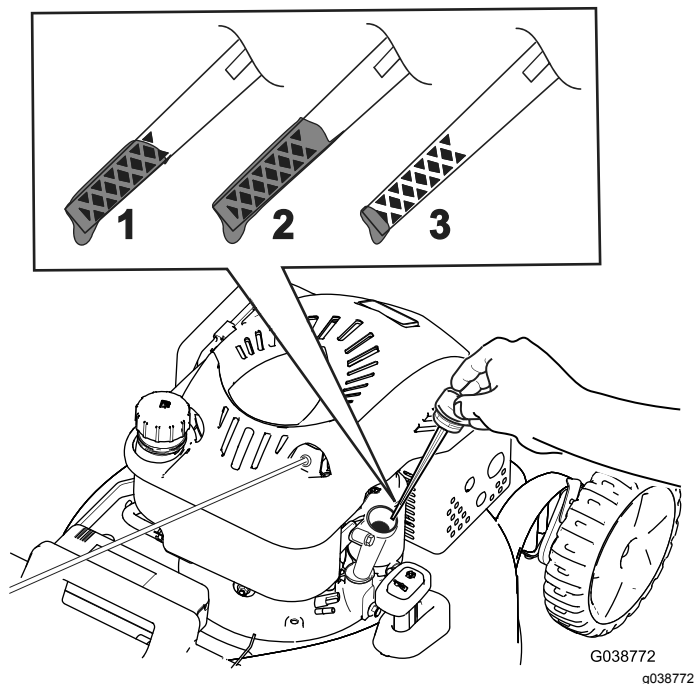

Рисунок 11
2. Извлеките масломерный щуп, повернув крышку против часовой стрелки и вытянув его (Рисунок 11).
5. Определите уровень масла по отметкам на щупе (Рисунок 11).
- Если уровень масла на щупе слишком низкий (Рисунок 11), осторожно залейте небольшое количество масла SAE 30 или SAE 10W-30 с моющими присадками в маслозаливную горловину, подождите 3 минуты и повторите операции с 3 по 5, чтобы довести масло до требуемого уровня на щупе.
- Если уровень масла по щупу слишком высокий (Рисунок 11), слейте излишек масла, пока не будет достигнут правильный уровень по щупу; см. раздел Замена масла в двигателе \(страница 20\).